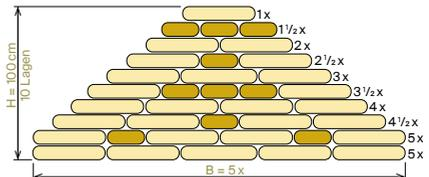

Abb. 45: Aufbau eines Regeldammes mit 5er-Basis (THW)
- Zuerst wird die erste Hälfte des Dammes in einem Verhältnis $h : b = 1 : 1$ erstellt (45° auf der Wasserseite, senkrecht auf der Landseite (Abb. 45)). Er bietet den ersten Schutz gegen das Hochwasser.